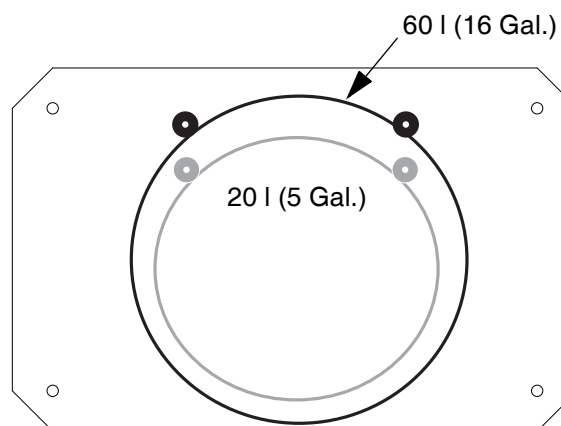

Abb. 12: Ram-Boden
1. Befestigungslöcher an richtiger Position im Boden der Ram-Baugruppe anbringen. Siehe Abb. 12.